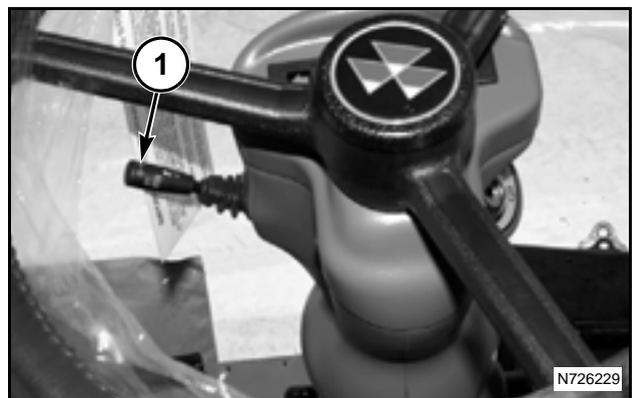

FIG. 41
FIG. 41: Interruptor da luz de surcos - Con el sistema de trilla activado, cuando la palanca de las luces direccionales (1) fuera hacia derecha, la luz de surco derecho se encenderá.